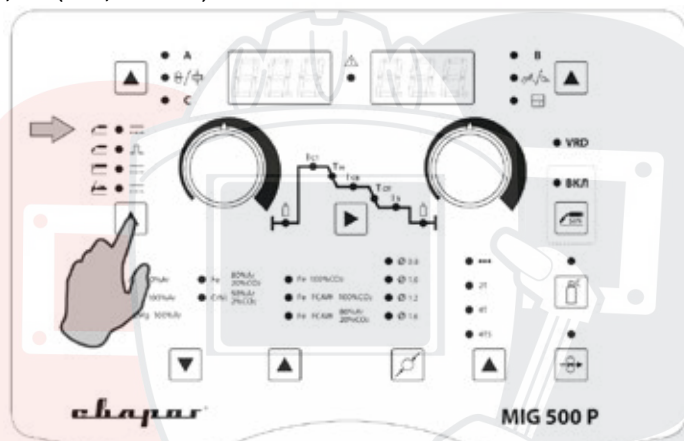

Рис. 8.7.1. Выбор способа сварки.
1. Выберите способ сварки (См. табл. 7.0.2, поз. 16, п. 2) MIG/MAG на передней панели сварочного аппарата (См. рис. 8.7.1).